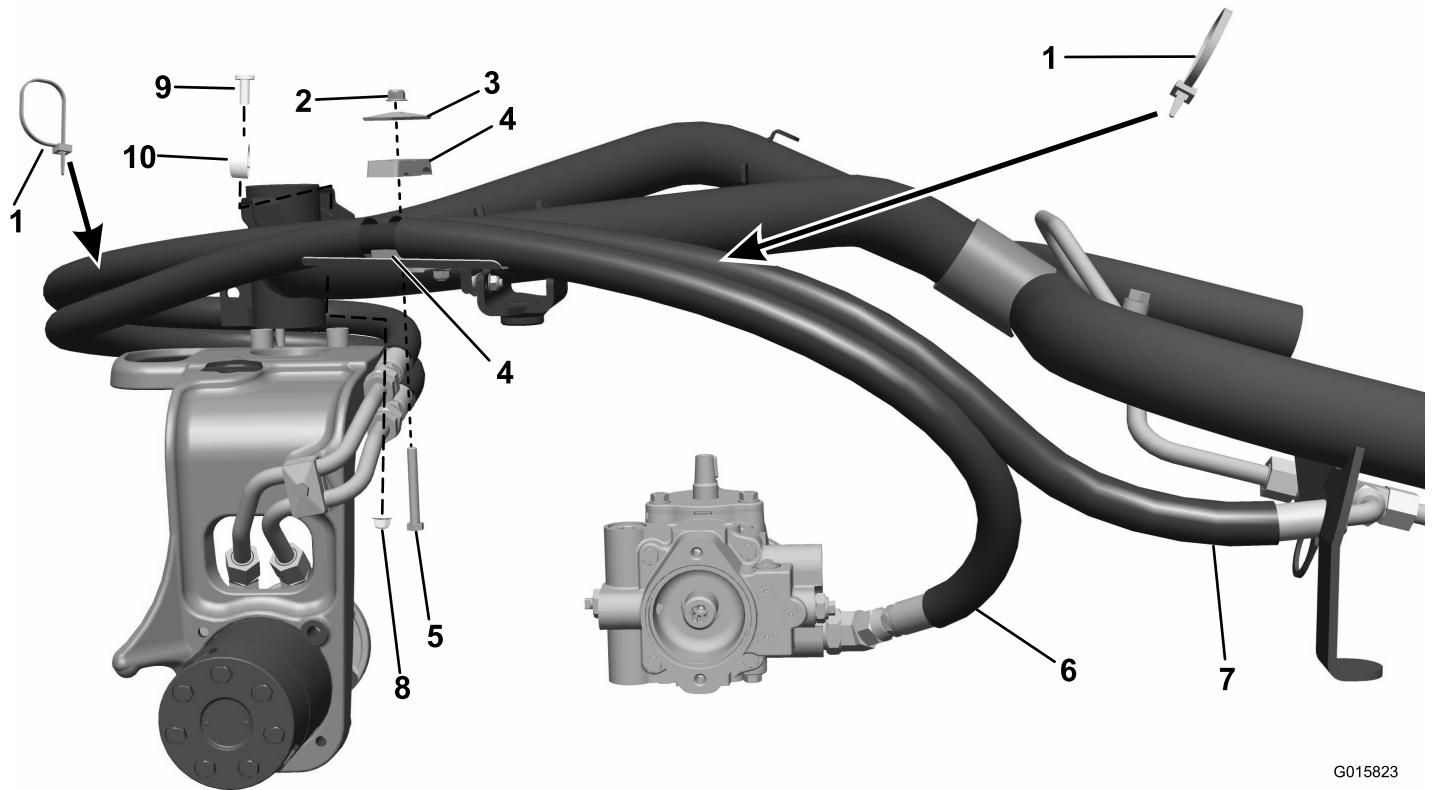
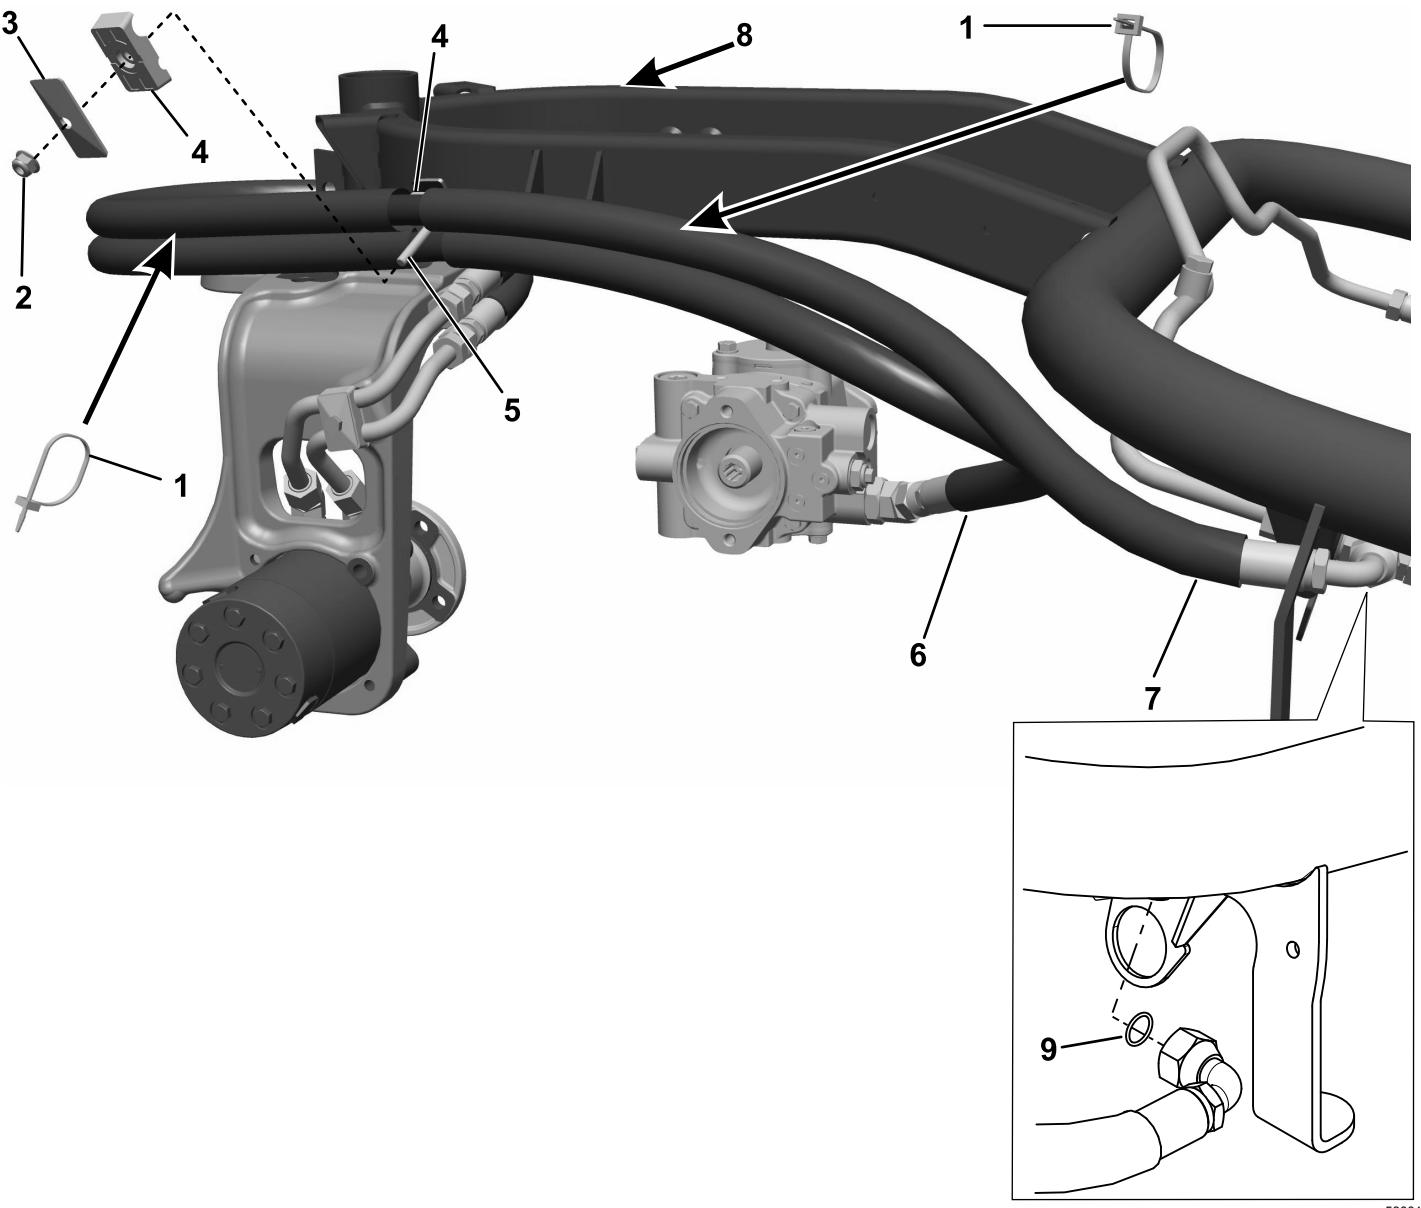

Figura 10
Figura 11
3. Pase la mangüera que tiene un acoplamiento recto en cada extremo a través de la guía de la horquilla y conéctela al tubo de acero inferior. Conecte el otro extremo al acoplamiento inferior de la bomba hidráulica (Figura 10 o Figura 11).
4. Instale la otra mangüera a través de la guía de las mangüeras y conéctela al tubo de acero superior. Conecte el otro extremo y una junta tórica al acoplamiento en T superior del motor de la rueda delantera (Figura 10 o Figura 11).
5. Instale la abrazadera sobre las dos mangüeras en la zona partida de la cubierta, y sujetela al soporte. (Figura 10 o Figura 11).
9. Añada bridás a los conjuntos de mangüera como se indica (Figura 10 o Figura 11). Apriete los extremos de las mangüeras, los herrajes y las abrazaderas.